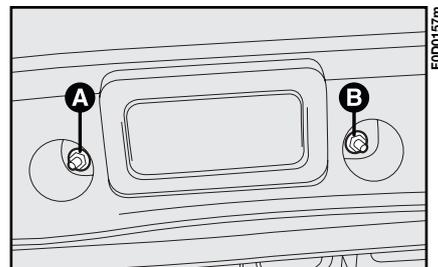

fig. 24
1) dévisser les deux écrous **A**-fig. 24 placés à l'intérieur du véhicule, près du plafonnier arrière;